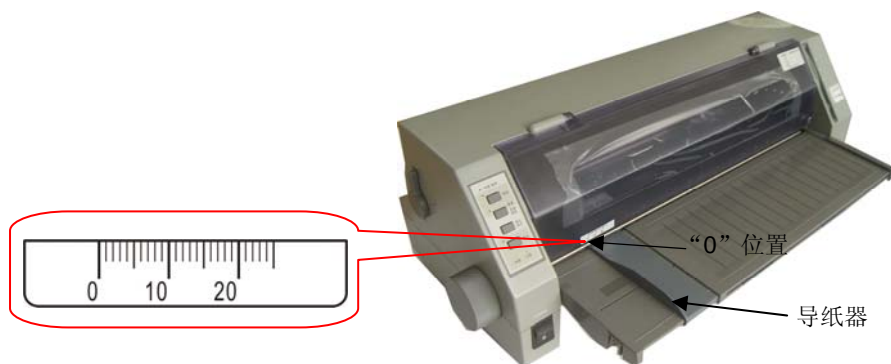

图 3-3 调整导纸器位置
3. 根据打印机前盖左边的标示调整导纸器位置（打印机前盖上左边标签的标示位置，“0”位置表示横向有效打印起始位置），如图 3-3 所示。